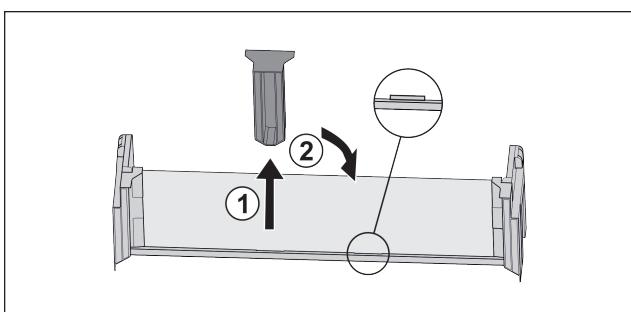

Fig. 54 *
- Витягнути середню деталь для підтримки Fig. 54 (1).*
- Вставить середню деталь для підтримки на друге положення Fig. 54 (2).*